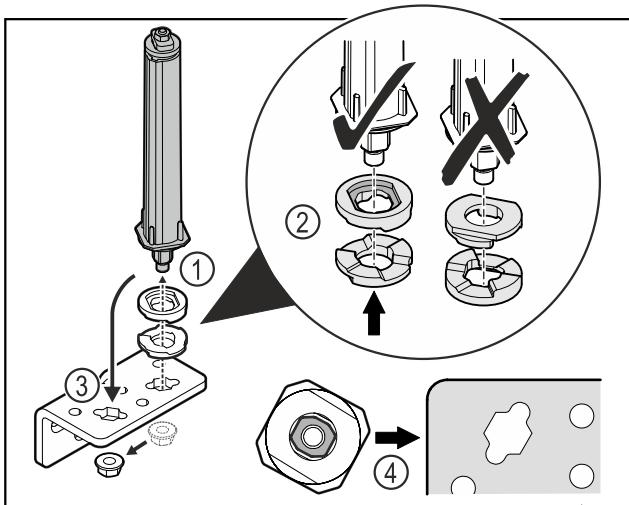

Fig. 50
- Løsne mutteren og fjern dørlåsesystemet Fig. 50 (1).
- Sørg for korrekt innretting av høydejusteringsskivene Fig. 50 (2).
- Sett om dørlukkesystemet i hengselvinkelen og fest med mutteren Fig. 50 (3).
- Ved innsetting, sørge for korrekt innretting av dørlukkesystemet Fig. 50 (4).